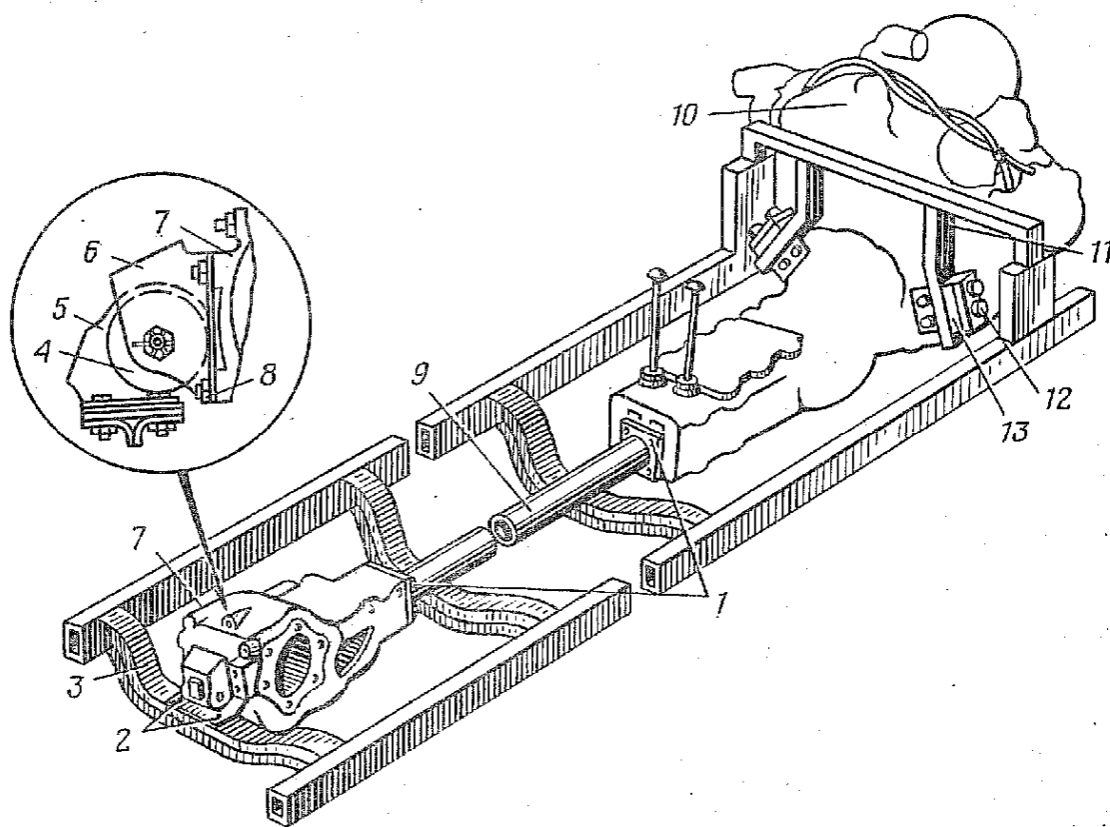

Рис. 5. Подвеска силового агрегата и редуктора заднего моста:
1.39. Отвернуть гайки *1* (рис. 5) крепления кожуха приводного вала к коробке передач, снять шайбы, установить под соединение коробка — кожух противень для слива масла из кожуха приводного вала (ключ 19, противень для слива масла).
2.5. Навернуть на шпильки и затянуть гайки 1 (рис. 5) крепления кожуха приводного вала к коробке передач, предварительно установив на шпильки пружинные шайбы (ключ 19, головка 19, рукоятка динамометрическая).